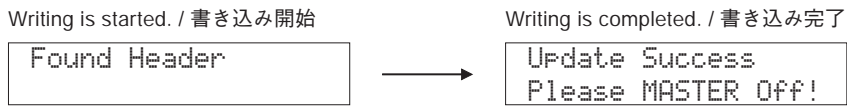

Fig. 3
8. Press the "PLAY" key of the DVD/CD player. Then writing of the firmware is started. (Fig. 3)
9. When writing of the firmware is completed, <Update Success Please MASTER Off!> is displayed. (Fig. 3)
8. DVD/CDプレーヤーの"PLAY"キーを押します。ファームウェアの書き込みが開始されます。(Fig. 3)
9. ファームウェアの書き込み完了後、<Update Success Please MASTER Off!>が表示されます。(Fig. 3)